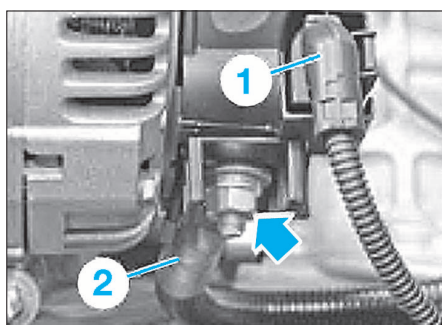
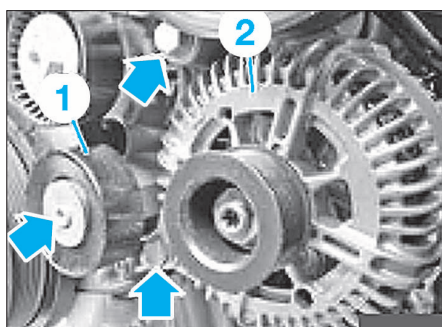

FIG. 1
FIG. 2
- Déverrouiller et débrancher le connecteur (1) (Fig.1).
- Déposer l'écrou et débrancher le câble (2) alternateur/démarrreur.
- Déposer la vis et retirer le galet de renvoi (1) (Fig.2).
- Déposer les vis et déposer l'alternateur (2).
- serrer les vis fixant l'alternateur (2) (Fig.2) à 3,8 daN.m
- serrer l'écrou fixant le galet de renvoi (1) à 2,8 daN.m
- serrer l'écrou fixant le câble (2) alternateur/démarrreur (Fig.1) à 1,3 daN.m.